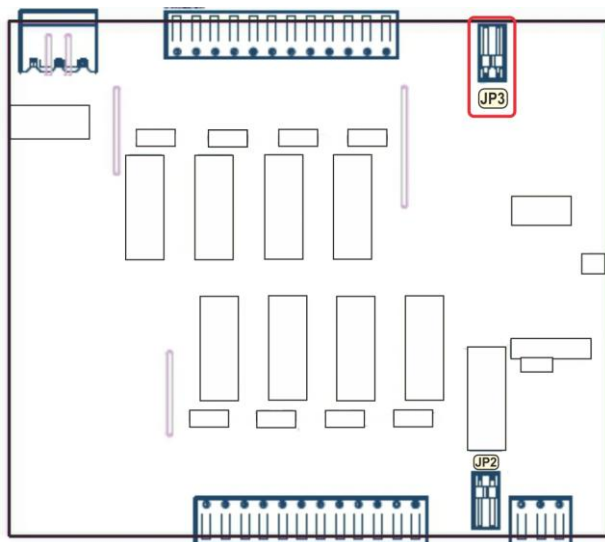

Рисунок 4.8 - Положення перемичок JP3 на платі модуля (корпус модуля знятий)
4.3.6.1 Знеструмити модуль, зняти з шини і встановити перемичку JP3 (положення - див. рис. 4.8), після чого встановити модуль назад на шину. Модуль перейде в режим конфігурації мережевих налаштувань, про що буде свідчити мигання світлодіода "PWR" на передній панелі приладу.